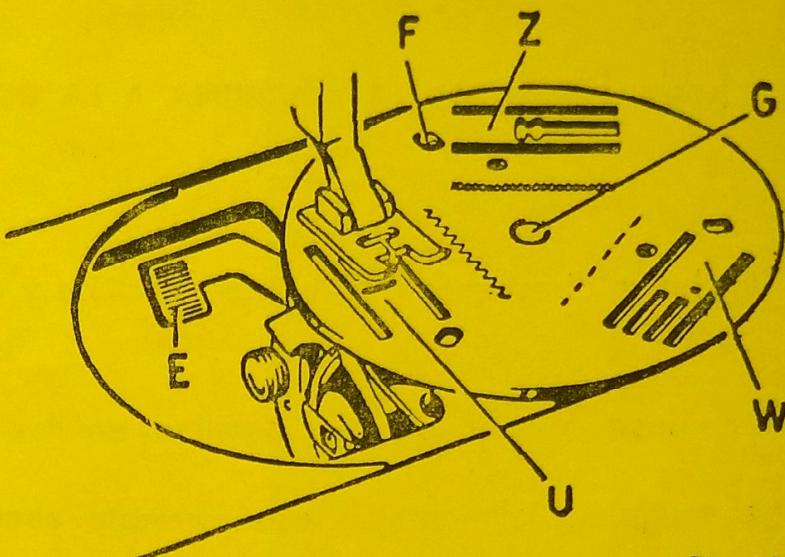

Fig. 18
La chapa aguja puede fijarse en tres diversas posiciones (fig. 18) para los siguientes usos:
- Quitar la chapa aguja (ver la nota pág. 13 fig. 18);